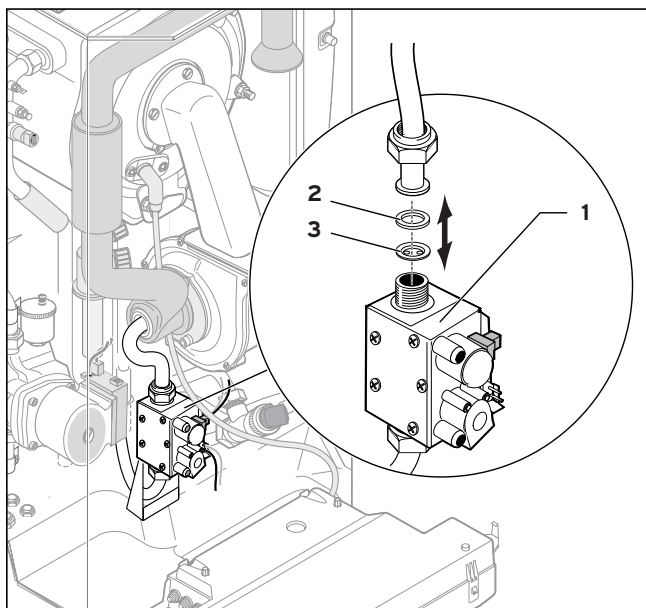

Fig. 8.5 Armatura del gas
- **Rimuovere il diaframma (3, fig. 8.5).**